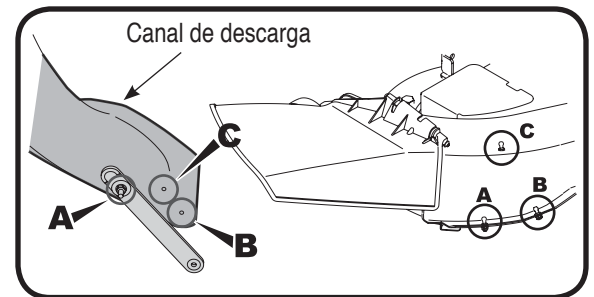

Figura 23
Retire la tira de retención de la posición A en el canal de descarga a la posición B o C de acuerdo con la posición A, B o C del pasador de la tolva para recorte de césped en la plataforma. Vea la Figura 23.
4. Necesitará colocar la tira de retención del canal de descarga en posición de modo que se corresponda con el orificio y el pasador. Vea la Figura 23 para el posicionamiento de la tira de retención.
NOTA: La tira de retención está colocada en la posición A sobre el canal de descarga. Sin embargo, en los modelos de tractores más antiguos, tendrá que cambiar la posición de la tira de acuerdo con la ubicación del pasador de la tolva para el recorte de pasto en la plataforma. Retire la tira de retención de la posición A en el canal de descarga a la posición B o C de acuerdo con la posición A, B o C del pasador de la tolva para recorte de césped en la plataforma. Vea la Figura 23.